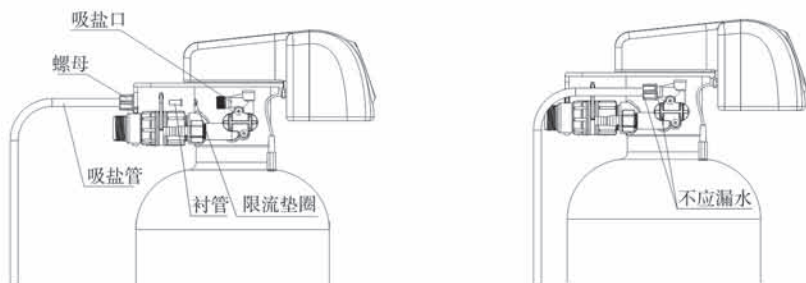

图1-5
⑥安装吸盐管路
- 如图1-5所示，将3/8" 螺母如图套入吸盐管内；